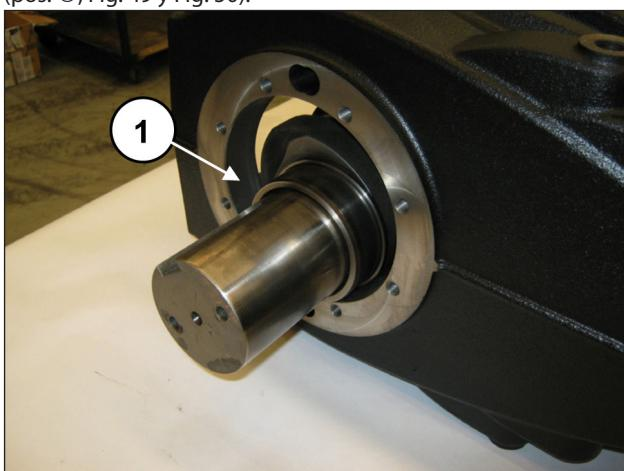
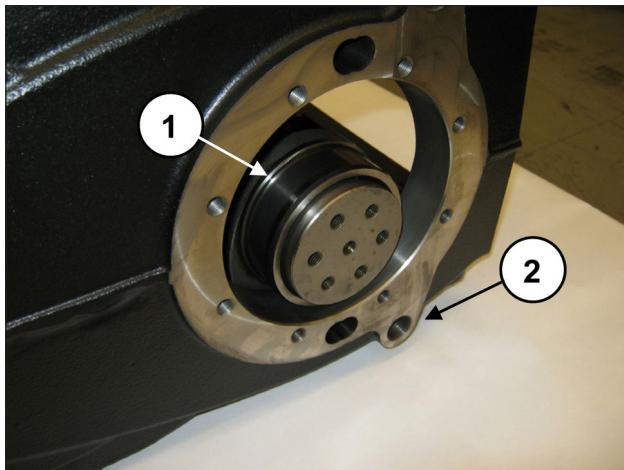

Fig. 49
Fig. 50
El eje acodado se ha de montar de manera que el lado PTO se encuentre en la parte opuesta a los orificios G1/2" para los tapones de descarga de aceite del cárter de la bomba (pos. ②, Fig. 50).
Continuar hasta que el eje entre por completo en el cárter (pos. ①, Fig. 49 y Fig. 50).